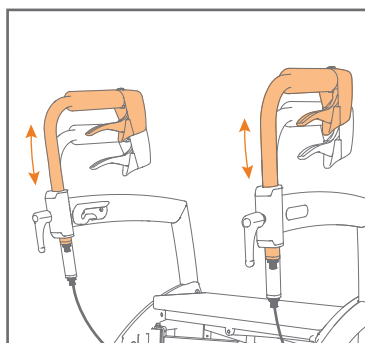

Figuur 13: Verstelgrepen losdraaien.
- a. Draai de verstelgrepen van de handgrepen los tegen de klok in (**Figuur 13 en 14**).